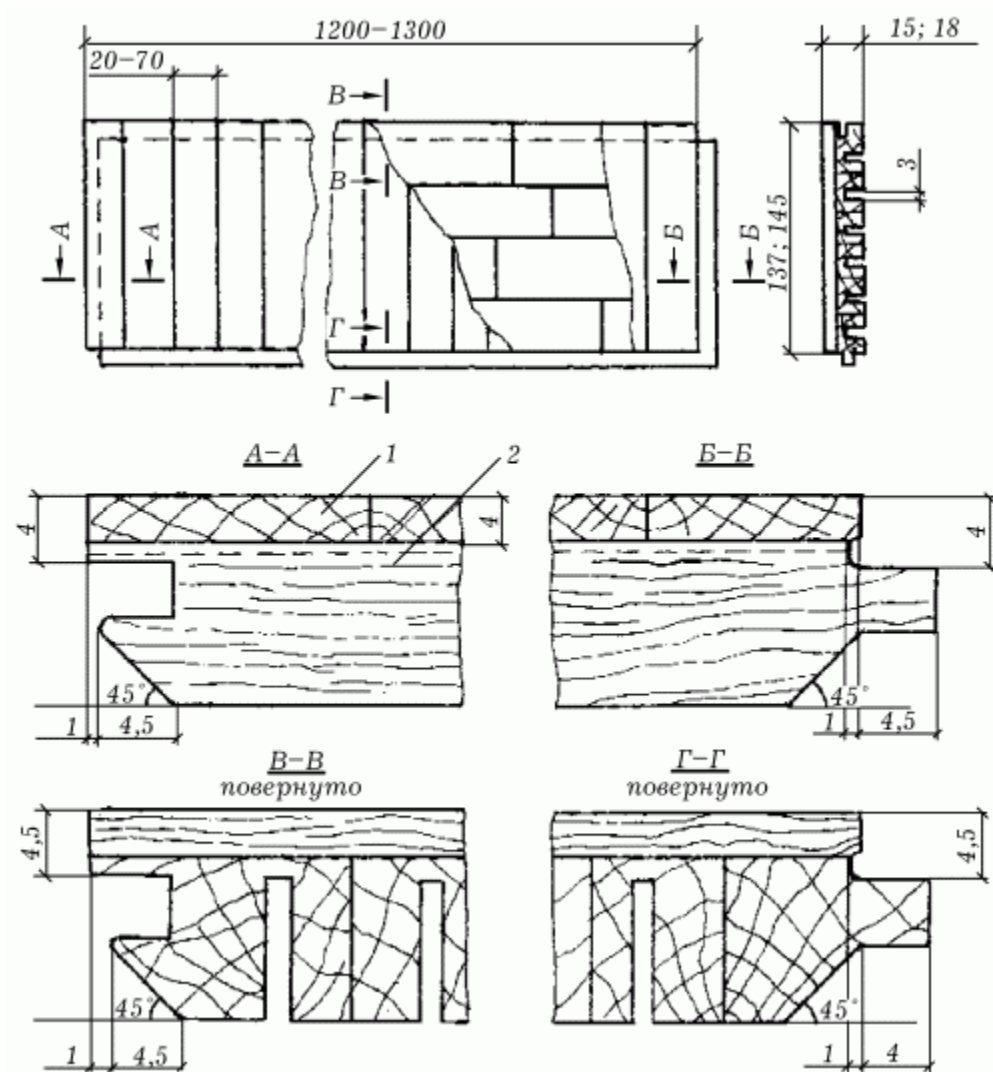

Рис. 3. Паркетные доски типа ПД2: 1 – паркетные планки; 2 – рейки основания.
2. Доски ПД2 с однослойным основанием из реек, которые наклеены по направлению продольной оси паркетных досок (рис. 3).